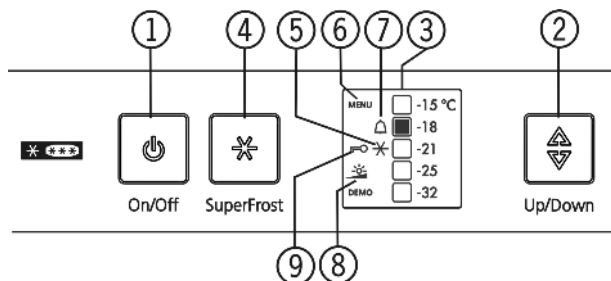

Fig. 3
- Simbolul SuperFrost Fig. 3 (5) se aprinde intermitent împreună cu afișajul pentru temperatură.